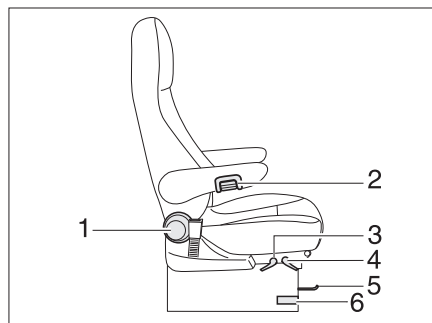

Fig. 86 Siège conducteur et siège passager
- Presser ou tirer sur le levier pour faire pivoter le siège (Fig. 86,6). Le siège est libéré du dispositif de blocage.